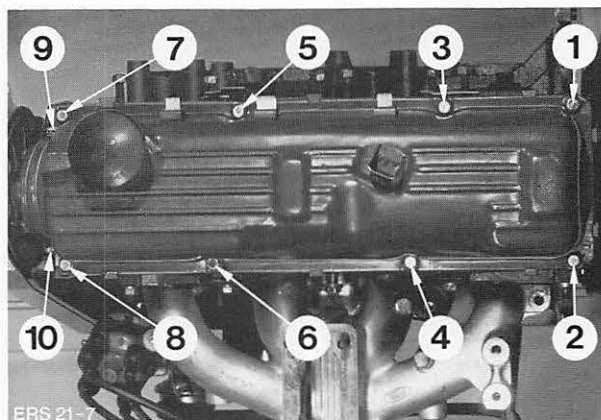

Abb. 122 Anzugsreihenfolge – Zylinderkopfhaube
64. Zylinderkopfhaube mit vorgeschriebenem Drehmoment in folgenden vier Stufen, Abb. 122, festziehen: